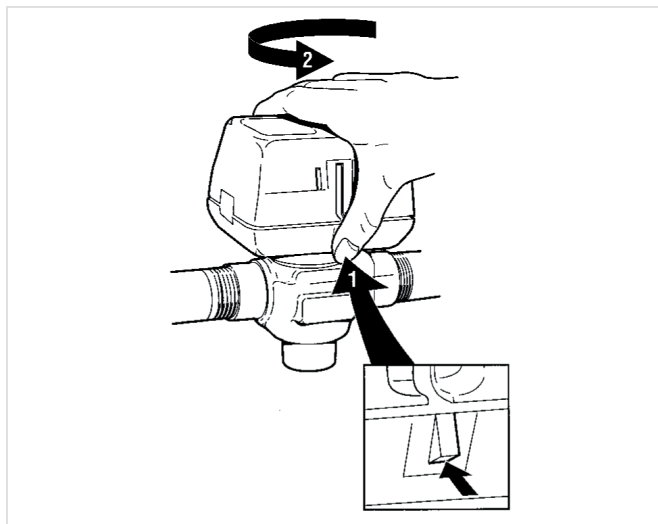

Fig. 5 Mécanisme de verrouillage
- 2) La tête de l'actionneur est automatiquement verrouillée sur la vanne (voir figure 5). Pour le débloquer, soulevez le mécanisme de verrouillage situé directement au-dessous du levier d'ouverture manuelle. Enfoncer la tête de l'actionneur vers le bas en direction du corps, avec une force manuelle modérée et tourner simultanément de 1/8 de tour (45 degrés) dans le sens inverse des aiguilles d'une montre. Soulever la tête de l'actionneur du corps de la vanne.
- 3) Installer la nouvelle tête de l'actionneur en procédant dans l'ordre inverse de (2).